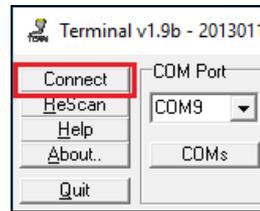

Рис. 3.4 Terminal: подключиться к модему ATM
5. Нажать **Connect** (рис. 3.4). Программа **Terminal** подключилась к модему ATM.